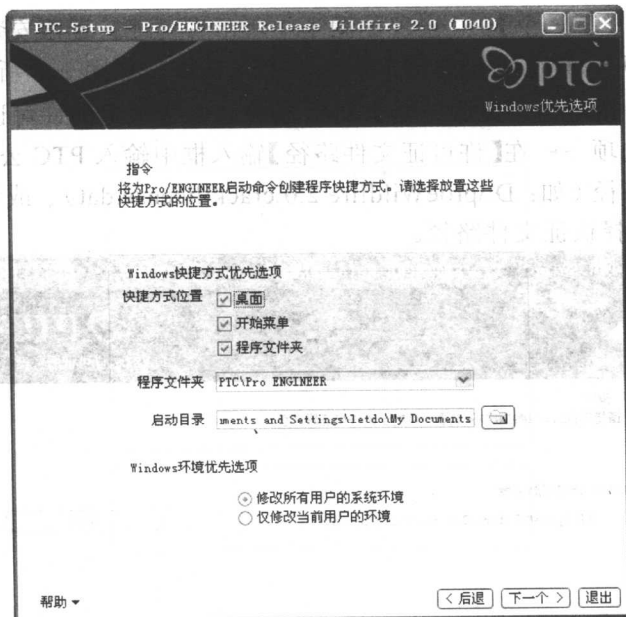

图 1-9 Windows 优先选项界面
13) 选择【确定】→ 【下一个】→ 出现如图 1-9 所示 Windows 优先选项界面。